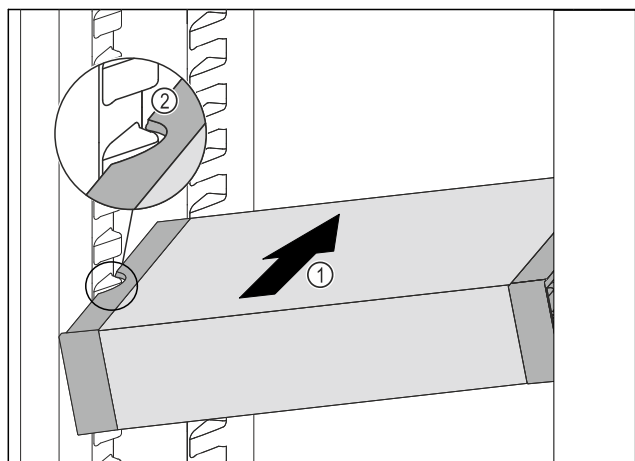

Fig. 99
- Вкарайте VarioSafe под ъгъл в хладилната част Fig. 99 (1), докато страничните прорези Fig. 99 (2) на VarioSafe се намират на височината на ребро на съда в хладилната част.